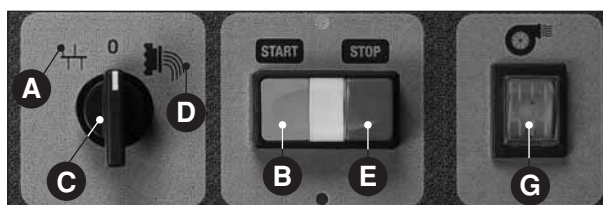

Fig. 11 - Pannello TR 75/E
Se il prodotto è piuttosto umido e tende ad appiccicarsi o, in ogni caso, si desidera asciugarlo superficialmente, mettere in funzione l'apposito ventilatore, azionando l'interruttore (**Fig. 11 ⑥**, solo per TR 75/E).
- fermare la macchina mettendo il selezionatore sulla posizione "0" (**Fig. 11 ③**) e girarlo poi sulla posizione di impasto **III** (**Fig. 11 ①**) per 10-15 secondi in modo da eliminare la pressione sulla trafila dovuta al prodotto;
- rimettere infine il selezionatore sullo "0" (**Fig. 11 ③**);
- Nella posizione "0" (Fig. 11 C) tutti gli organi della macchina devono essere fermi; per il modello TR 75/E, nella posizione "trafila" (Fig. 11 D) il mescolatore ruota in senso orario e nello stesso senso deve girare la coclea (verificare dalle feritoie del coperchio); per il modello TR 70, invece, nella posizione "trafila" (Fig. 11 D) il mescolatore ruota in senso antiorario e la coclea deve girare in senso contrario; nella posizione "mescolare" (Fig. 11 A) gli organi devono girare in senso contrario.